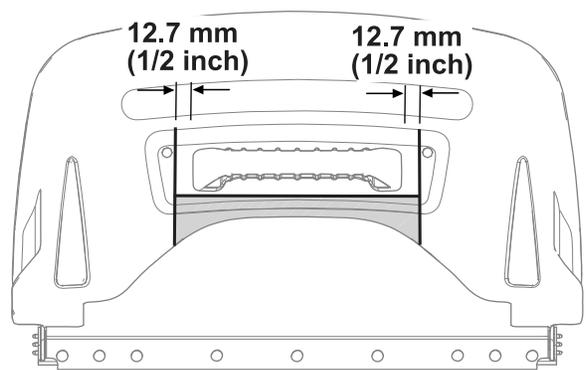

図 17
2. 取っ手の両側からそれぞれ 12.7mm の位置に、ステップ 1 で引いた線に直角に 2 本のマーク線を引く 図 17。
1. バスケットを取り付けた状態で、バスケットの取っ手部分を型紙にして、取っ手の前面に平行にマーキングする 図 17。
4. 図 17 のように、マークした線に沿って灰色部分をトリミングする。